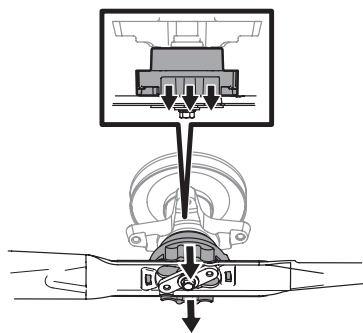

Figure 50
6. Vous entendrez un dé clic lorsque la lame s'enclenche bien (Figure 50).